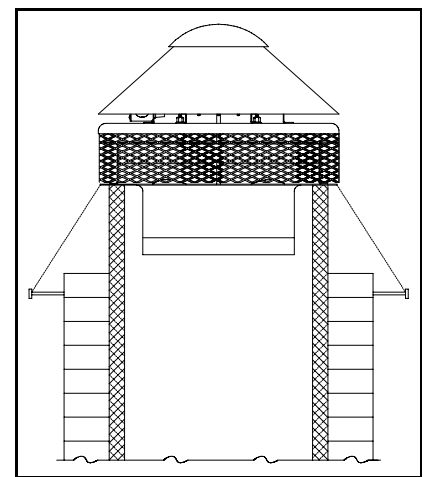

Figura 2
3. Instale el inductor de circulación en la parte superior de la chimenea con la unidad apoyada sobre la plancha de base. Asegúrese de que la unidad esté herméticamente cerrada. Afiance el inductor a la chimenea usando los pernos de ancla y los alambres o cables de fijación. (Ver Figura 2)